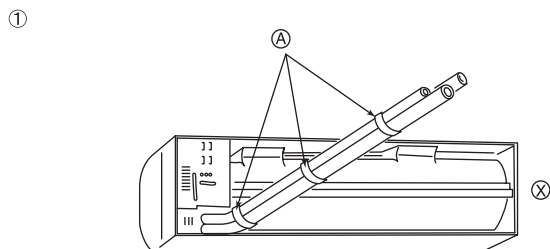
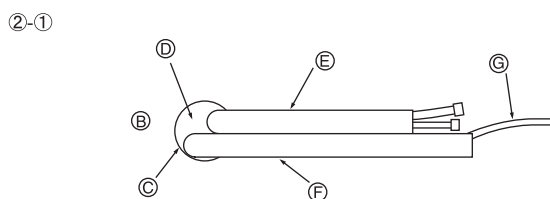

Fig. 3-4
Fig. 3-5
- ① Tuberías trasera, derecha e inferior (Fig. 3-4)
- (A) Cinta de vinilo
- (X) Este dibujo está tomado desde la parte trasera de la unidad.
- ② Tuberías izquierda y posterior izquierda
②-① Para la tubería posterior izquierda, saque los tubos fuera del agujero para determinar la longitud correcta y acódelos. La unidad interior debe estar suspendida del soporte de fijación. (Fig. 3-5)
- (B) Pared
- (C) Agujero de la pared
- (D) Sección acodada
- (E) Tubo de refrigerante
- (F) Tubo de drenaje
- (G) Cable de transmisión